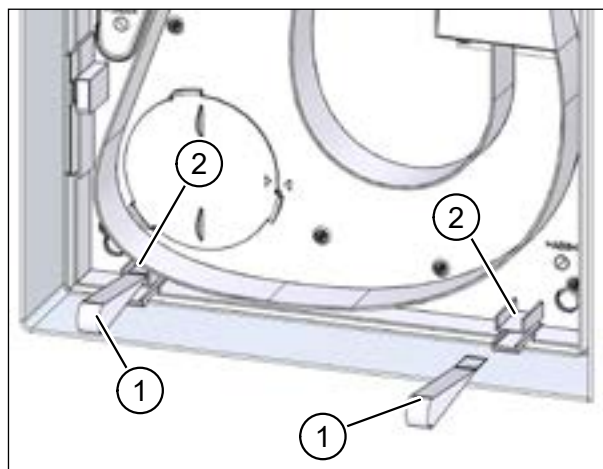

Рис. 50: приклеить вытяжные ремешки крышки установки
- ▶ Достаньте оба вытяжных ремешка крышки установки (поз. 1 на рис. 50) из набора переходников U2.
- ▶ Приклейте ремешки на верхнюю часть держателей крышки (поз. 2 на рис. 50).
При внутристенном монтаже U2 обратите внимание, чтобы вытяжные ремешки крышки (поз. 1 на рис. 50 на стр. 42) выступали за крышку аппарата.